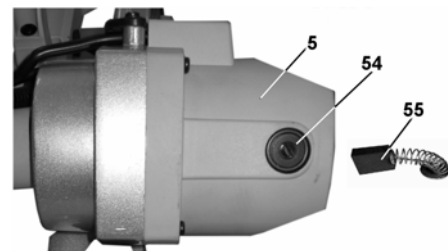

Рис. 16
13.6. Осмотр и замена щеток (Рис. 16)